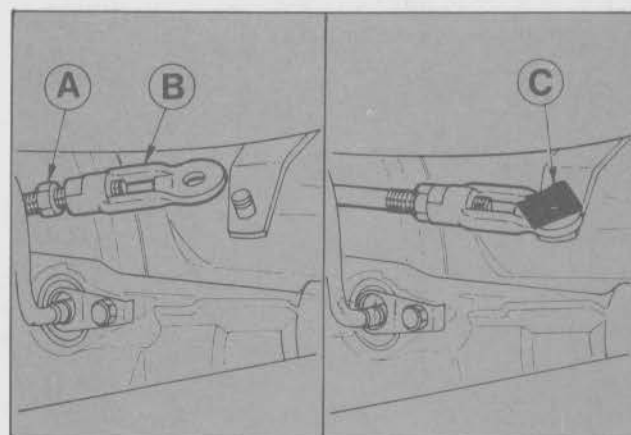

Fig. 133 - Ajuste de la varilla selectora
- Ajustar la longitud de la varilla selectora de acuerdo a lo indicado en el punto 3.2. de este Capítulo (Fig. 133).